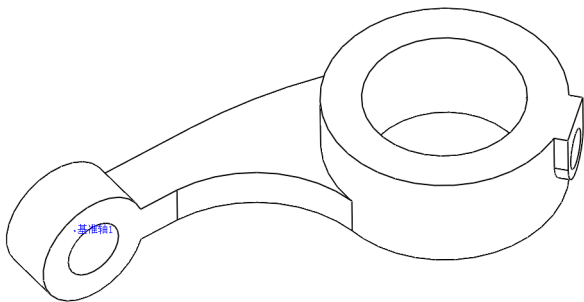

图 4-28 创建圆柱面基准轴
(3) 单击【确定】按钮，即可创建圆柱面基准轴，效果如图 4-28 所示。